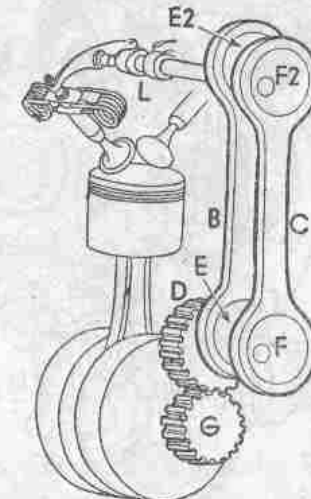

Fig. 34.—OHC mandado por doble biela.
- Por dos bielas (fig. 34) movidas desde el piñón *D* de la distribución por excéntricas *E* y *F* caladas a 90° para que no